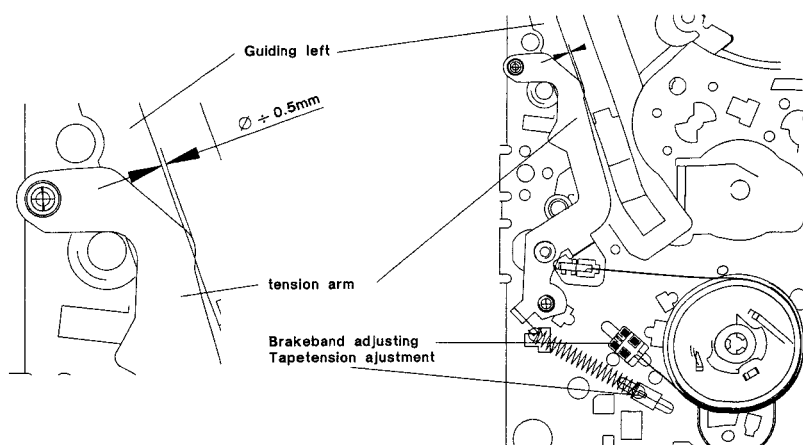

Fig. 2
- Agir avec précaution sur le support permettant de régler la bande de freinage pour que le bord du coude du levier de tension recouvre de 0,5 mm le rebord intérieur gauche du guide gauche (fig. 2).